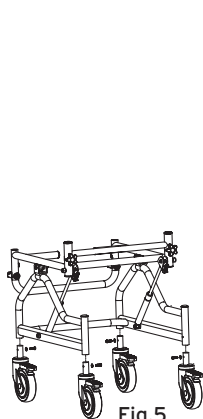

Fig.5
- Installare le 4 ruote sul telaio usando il kit di viti e la chiave forniti. Le ruote con freno devono essere installate sulla parte posteriore del telaio (Fig.5);